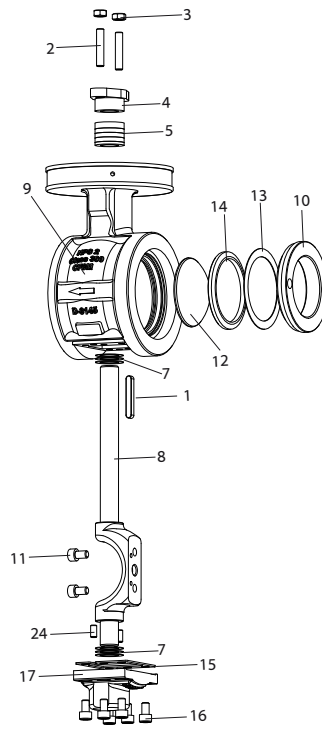

Fig.6-5
1. Lossa skruvarna (→ Fig.6-5/20) och avlägsna täckbrickan (→ Fig.6-5/10).
2. Demontera fjäderbrickan (→ Fig.6-5/13), stödringen (→ Fig.6-5/14 a) och säte (→ Fig.6-5/14).